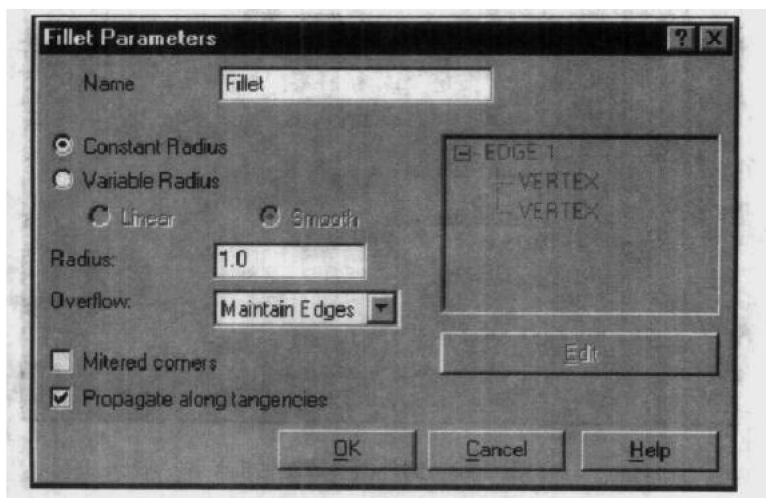

图 2.18 倒前面参数对话框
(5) 选择 Done，打开 Fillet Parameters 对话框。
(6) 在图 2.18 所示的对话框中设置必要的参数。